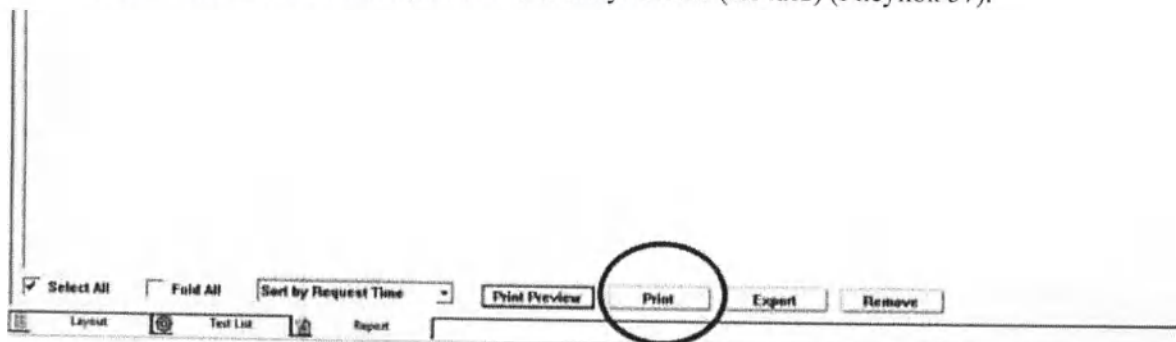

Рисунок 57. Расположение кнопки для печати отчета.
- 15) Для печати отчета, нажмите кнопку «Print» (Печать) (Рисунок 57).